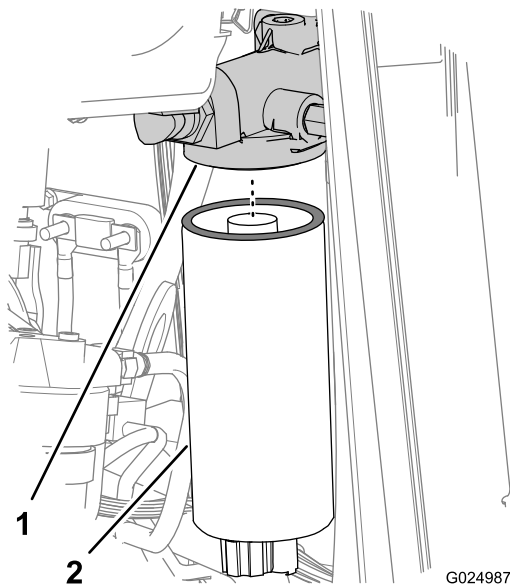
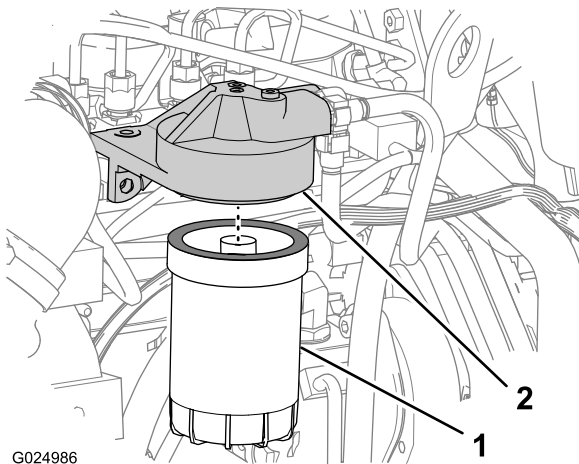

Bild 74
Bild 75
- Lösen und entfernen Sie den Hauptkraftstofffilter (Bild 74).
9. Lösen und entfernen Sie den sekundären Kraftstofffilter (Bild 75).
1. Wischen Sie die Abdichtungsflächen der Filteradapter für den Hauptkraftstoff- und sekundären Kraftstofffilter ab (Bild 74 und Bild 75).
3. Setzen Sie den Hauptkraftstofffilter auf den Filteradapter und ziehen Sie den Filter an, bis die Dichtung die Filterkopfoberfläche berührt (Bild 74).
6. Setzen Sie den sekundären Kraftstofffilter auf den Filteradapter und ziehen Sie den Filter an, bis die Dichtung die Filterkopfoberfläche berührt (Bild 75).